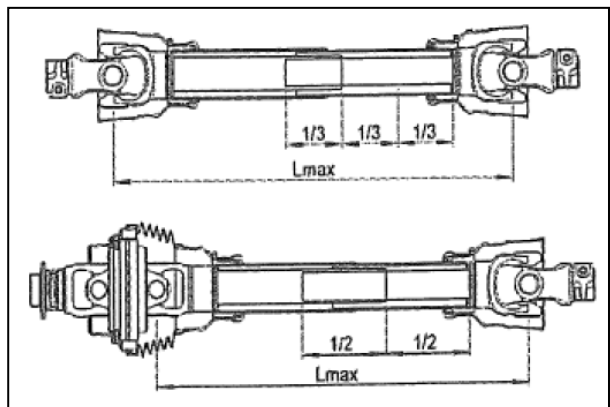

fig.8 (*)
1. L'albero cardanico deve essere di classe 5, la lunghezza del cardano è da definire in funzione dei bracci della trattrice. Tagliare il cardano come mostrato in fig.8 (*).
1. The cardanic shaft must be category 5. The length of the cardan is defined according to the tractor arms. Cut the shaft as shown in figure 8 (*).
1. L'arbre à cardan doit être de classe 5, la longueur du cardan doit être définie en fonction des bras du tracteur. Couper le cardan comme indiqué sur la figure 8 (*).
1. Die Kardanwelle muss Klasse 5 sein; die Länge der Kardanwelle hängt von den Armen des Zugfahrzeugs ab. Das Kardangelenkt entsprechend Abbildung 8 kürzen (*).